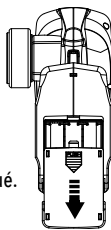

Figure 4
1. Retirer le cache du compartiment à piles sous l'émetteur (figure 4)